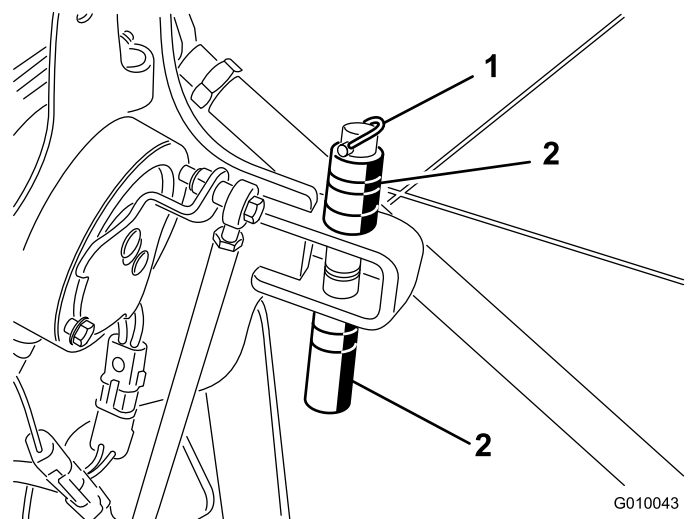

Figure 28
2. Retirez la goupille à anneau qui maintient les entretoises et les goupilles de profondeur (Figure 28).